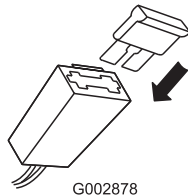

Figure 23
- Placez le fusible dans le porte-fusible (Figure 23).